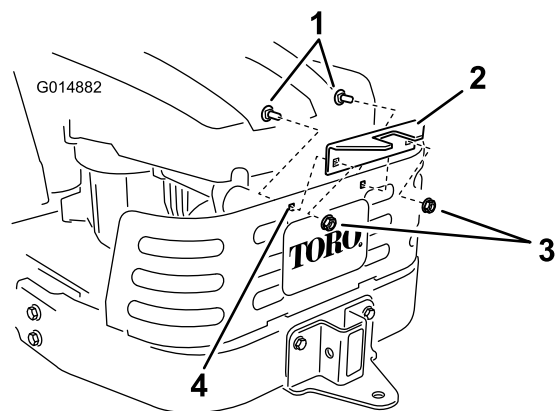

Figura 13
4. Montate il telaio del sistema di raccolta sulla staffa di supporto. Fissate il telaio del sistema di raccolta con un perno con testa (1/2 x 2-1/4 poll.) e una coppia (Figura 13).